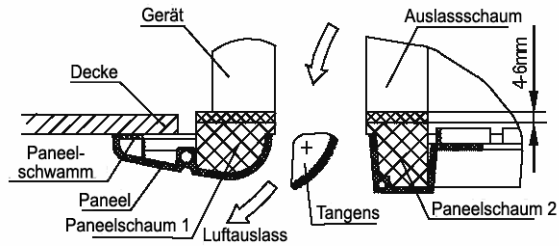

Abb. 12
- e. Ziehen Sie die Schrauben unter den Paneelhaken so lange weiter an, bis die Schwammdicke zwischen dem Hauptgerät und dem Paneelausgang nur noch 4~6 mm beträgt. Die Paneelkante muss gut mit der Decke abschließen. (Siehe Abb. 12)